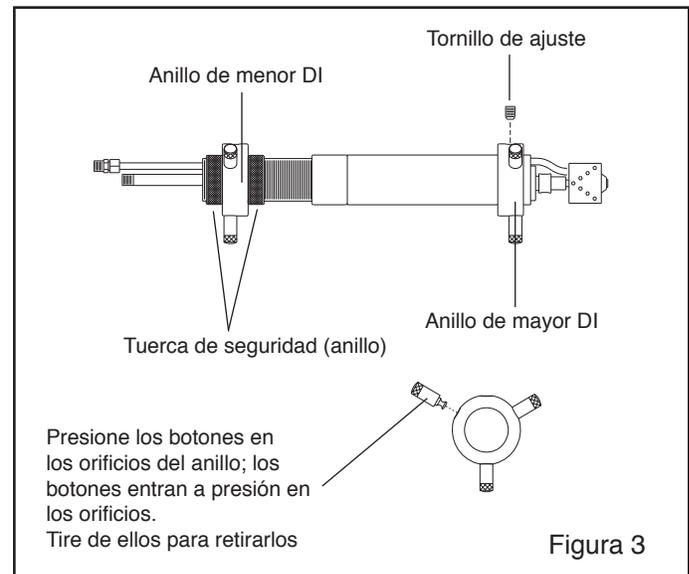

Figura 3
2.2.1 SK-25 con carro de 3" a 5", refiérase a la Figura 3
2.2.1.3 Deslice el anillo con el mayor diámetro interno sobre la manga de extensión sólida justo detrás del frente de la herramienta como se muestra en la Figura 3. Apriete el tornillo de ajuste para asegurar el anillo.